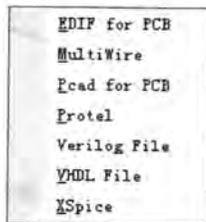

图 6-8 项目网络表格式
- [2] 执行【Design】/【Netlist For Document】命令，则系统弹出与图 6-8 所示一样的网络表格式选择菜单。